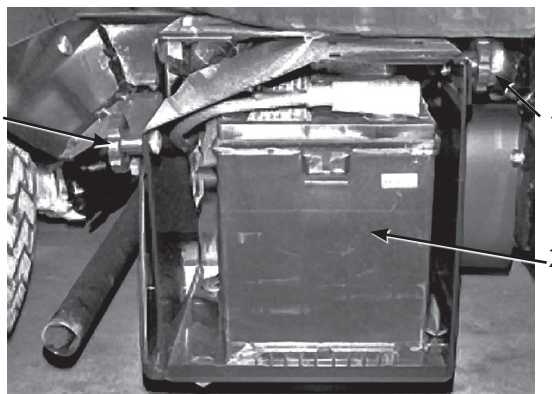

図57
2. バッテリー・ボックスのノブ (図57) をゆるめ、カバーを外す。
3. バッテリー押さえと付属の金具類を外す (図57)。
3. バッテリー押さえを元通りに取り付ける（図57）。
4. バッテリーカバーを元どおりに取り付けノブ（図57）で固定する。
1. バッテリー・ボックスのノブ（図57）をゆるめ、カバーを外す。